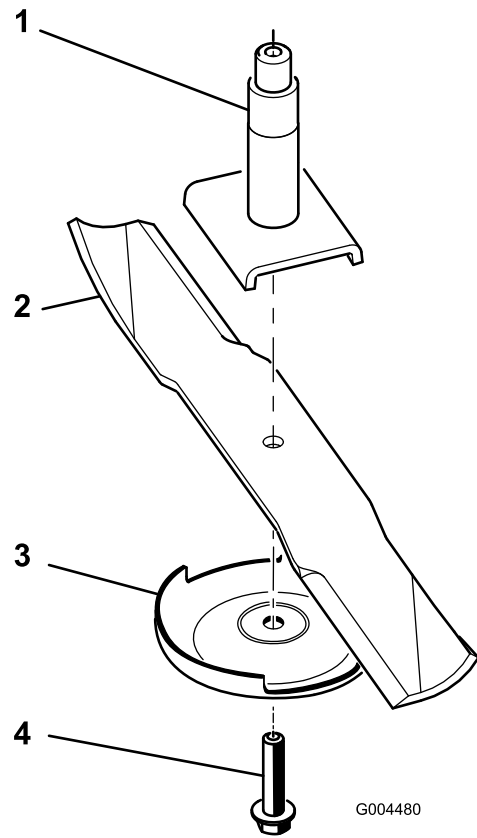

図 77
注 ブレードが水平に停止すればバランスがとれているからそのまま使用してよい。もし傾くようなら、重い方の裏面を少し削って調整する 図 77。バランスがとれるまで調整する。
1. スピンドルシャフトにブレードを取り付ける(図 77)。
2. 芝削り防止プレートとブレードボルトを取り付ける 図 77。